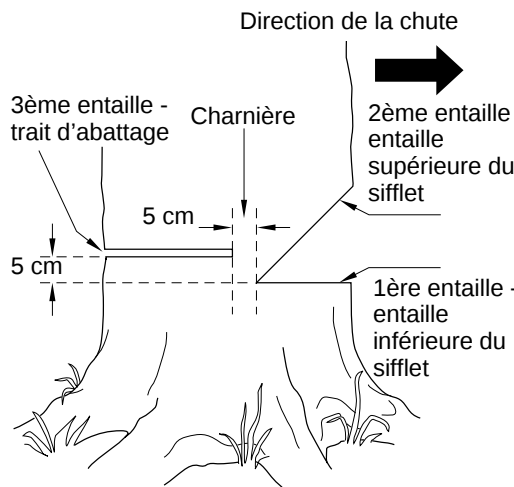

Figure 12 - Abattage d'un arbre
Un sifflet d'abattage correctement placé permet de déterminer la direction de la chute de l'arbre. Placer le sifflet d'abattage du côté de l'arbre où l'on veut qu'il tombe (Voir la figure 12). Procéder de la façon suivante pour faire le sifflet.
1. Faire l'entaille inférieure aussi près du sol que possible. Tenir la tronçonneuse de manière à ce que la lame-guide soit horizontale. Tailler sur 1/3 du diamètre du tronc d'arbre. (Voir la figure 12). **Note :** Toujours commencer par faire cette entaille inférieure horizontale. Si l'on fait cette entaille en second, l'arbre risque de pincer la chaîne ou la lame-guide.
Exemple : Si l'entaille inférieure a 20 cm (8 po) de profondeur, commencer l'entaille supérieure à 20 cm au-dessus de cette dernière. Scier vers le bas à un angle de 45°. L'entaille supérieure doit rencontrer l'extrémité de l'entaille inférieure. (Voir la figure 12).
1. De l'autre côté de l'arbre, faire le trait d'abattage à 5 cm (2 po) au-dessus de l'entaille inférieure du sifflet. (Voir la figure 12). Faire le trait parallèle à l'entaille inférieure.
⚠ AVERTISSEMENT: Ne pas scier l'arbre complètement. Laisser environ 5 cm (2 po) de bois non scié directement derrière le sifflet d'abattage. (Voir la figure 12.) Cette partie non sciée sert de charnière. La charnière empêche l'arbre de se tordre et de tomber dans la mauvaise direction.